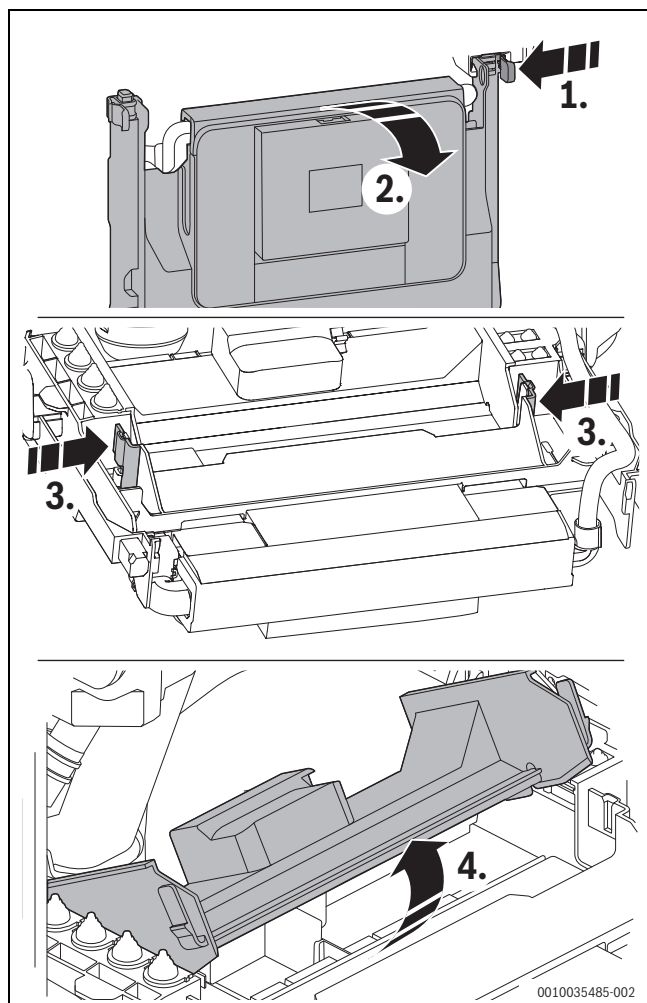

Bild 44 Steuergerät öffnen
- Steuergerät nach unten klappen (→ Bild 44).